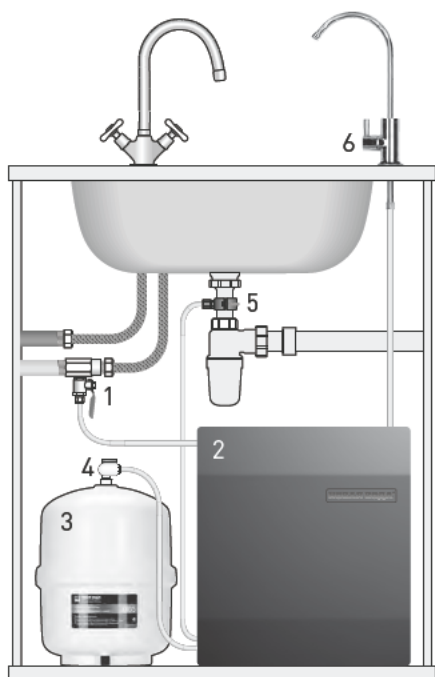

Рис. 4. Схема подключения системы Expert Osmos.
Возможна установка рядом или под мойкой с навеской корпуса фильтра на стену (Рис.4).
- Установить в водопроводную магистраль холодной воды тройник и шаровый кран (1) (см. Рис.4).
Для работы в нормальном режиме должен быть открыт кран подачи воды (1), открыт кран (4) на накопительном баке (3), закрыт кран для чистой воды (6) (см. Рис.4). При этом очищенная вода накапливается в баке (3). Когда бак наполнится, система прекратит выработку очищенной воды автоматически.